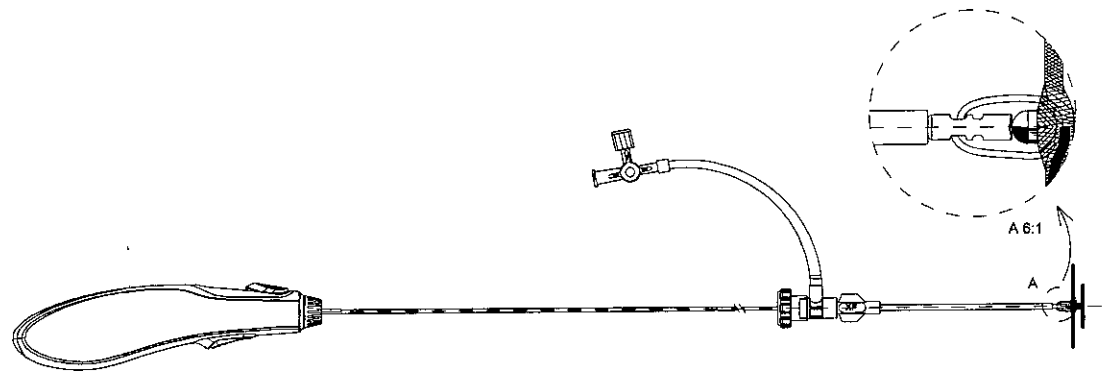
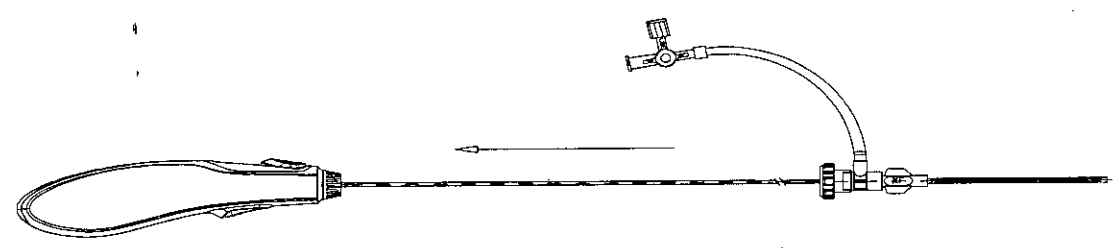

Figura 5 Ilustración del sistema de oclusión de AOP CeraFlex™
Figura 6 Ilustración de la carga del dispositivo en un cargador
- Compruebe con cuidado la unión entre el oclisor y el cable de implantación (vea la **Figura 5**). Sumerja el dispositivo y el cargador en solución salina y meta lentamente el dispositivo en el cargador con un movimiento de sacudida (vea la **Figura 6**).